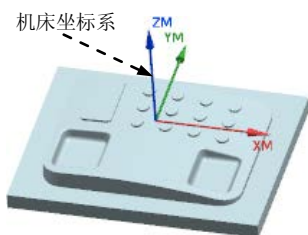

图 12.3 创建机床坐标系
Step2. 单击“CSYS”对话框 操控器 区域中的“操控器”按钮 ，系统弹出“点”对话框，在“点”对话框的 Z 文本框中输入值 30.0，单击 确定 按钮，此时系统返回至“CSYS”对话框，在该对话框中单击 确定 按钮，完成图 12.3 所示机床坐标系的创建。